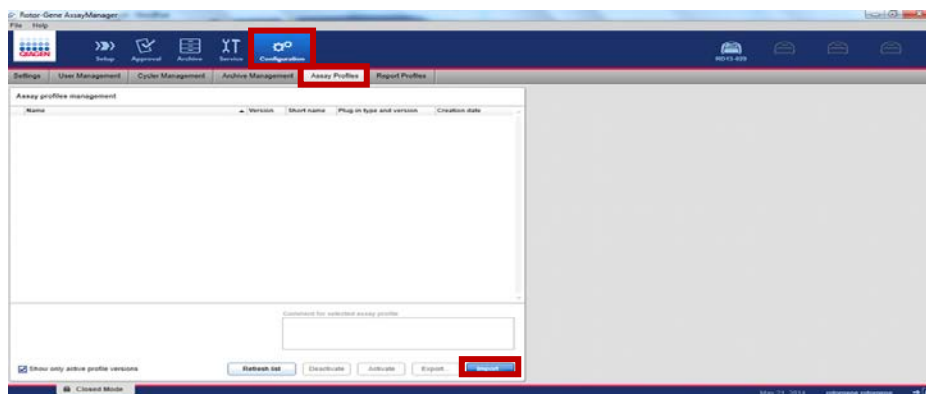

Figura 15. Scheda "Configuration".
7. Selezionare l'ambiente di configurazione (Figura 15).